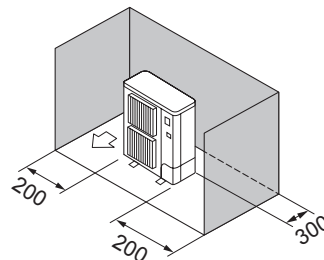

Fig. 2-9
- ③ Miejsce ograniczone tylko z tyłu i po bokach (Fig. 2-9)